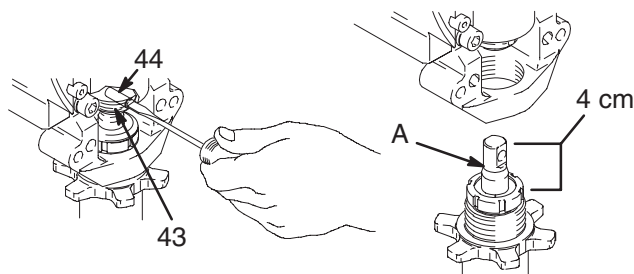

Fig. 10
4. Fig. 10. Faire fonctionner la pompe en JOG jusqu'à ce que la broche (44) soit en position de démontage. Positionner le commutateur sur OFF et débrancher le cordon. Pousser le circlip vers le haut (43) et pousser sur la broche pour la faire sortir.
1. Fig. 10. Déployer la tige de piston de la pompe de 1,5 in. Enduire le haut de la tige de graisse en (A) ou l'intérieur de la tige de connexion.